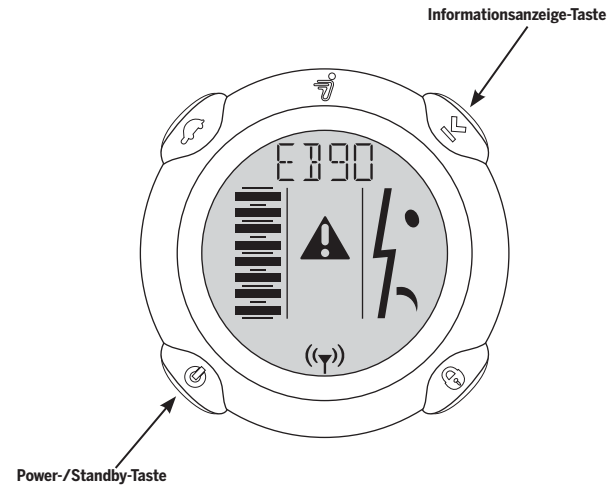

Abbildung 26: InfoKey Controller-Anzeige während der Übungssicherheitsabschaltung
5. Die dritte Person muss dann die Tasten von Informationsanzeige und Power/Standby gleichzeitig drücken und gedrückt halten, bis die Sicherheitsabschaltung beginnt. **Abbildung 26** zeigt das Display des InfoKey Controllers während einer Sicherheitsabschaltung zu Übungszwecken.